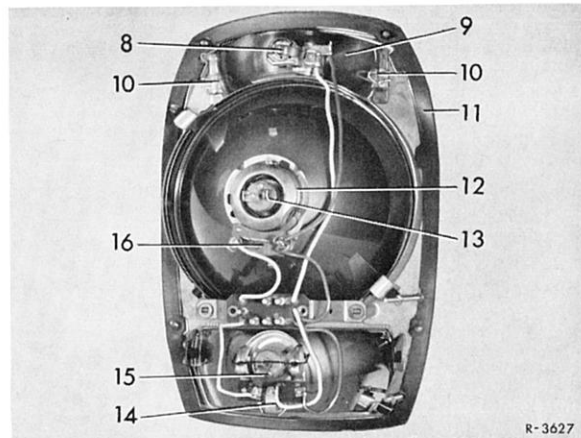

Bild 82–1/2
- 1 Steckverbindung von der Glühlampe (13) abziehen.
- 2 Lampenfassung (12) aus dem Bajonettverschluß herausdrehen und Glühlampe für den Hauptscheinwerfer (13) bzw. für das Standlicht (16) herausnehmen (Bild 82–1/2).
- 1 Die zwei Klammern (10) von der Lampenfassung (9) zur Seite drehen. Lampenfassung abnehmen und Glühlampe (8) für die Blinkleuchte herausnehmen (Bild 82–1/2).